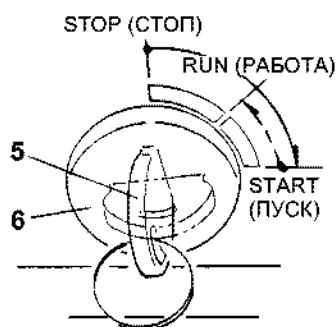

Рис. 68
3. Вставьте ключ (Рис. 68, (5)) в замок зажигания (Рис. 68, (6)) и поверните его в положение START (ПУСК).
2. Поверните ключ в положение STOP (СТОП) и выньте ключ зажигания (Рис. 68, (5)).